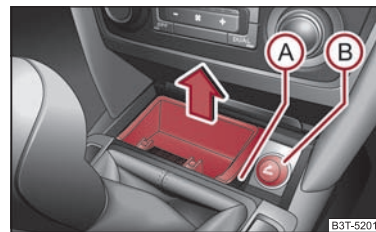
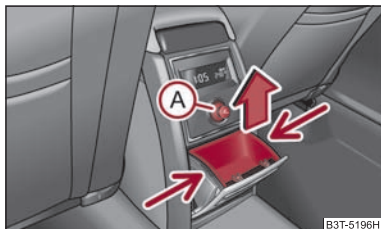

Fig. 100 Consola central: Cenicero delantero
Fig. 101 Consola central: Cenicero trasero
- Debe asir el suplemento del cenicero por el punto (A) ⇒ fig. 100 y sacarlo en sentido de la flecha.
- Debe asir el suplemento por los puntos indicados por unas flechas ⇒ fig. 101 y sáquelo.
- Presione el encendedor (A) ⇒ fig. 101 o (B) ⇒ página 101, fig. 100.